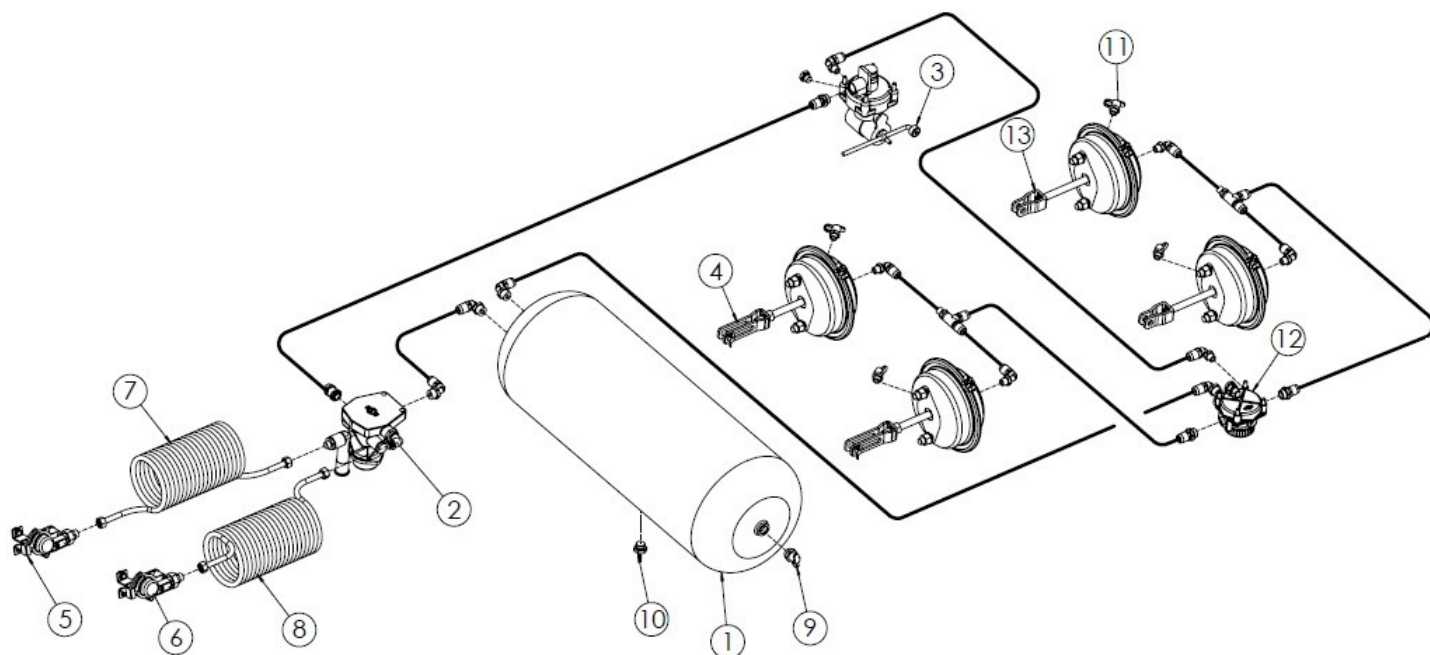

Рисунок 10-й. 2-проводная пневматическая тормозная система с ALB
- Двухпроводная пневматическая установка с клапаном ALB (Рисунок 10),